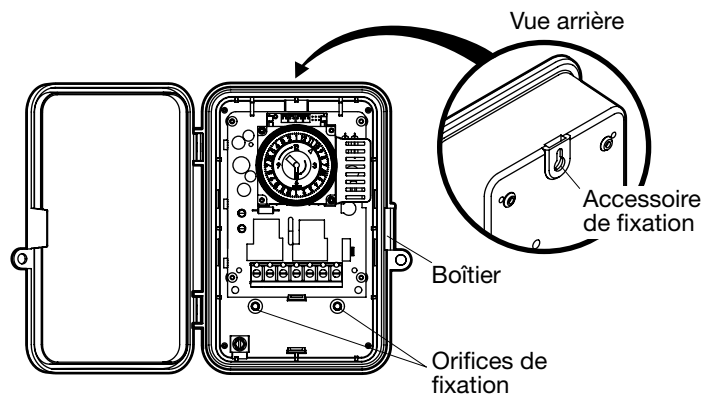

FIG. 5 Boîtier
- Placer le boîtier à l'emplacement souhaité, avec un espace qui permet d'ouvrir entièrement sa porte. Monter le boîtier en utilisant les accessoires de fixation fournis. Percer à travers les orifices de fixation inférieurs, si nécessaire. Voir FIG. 5.